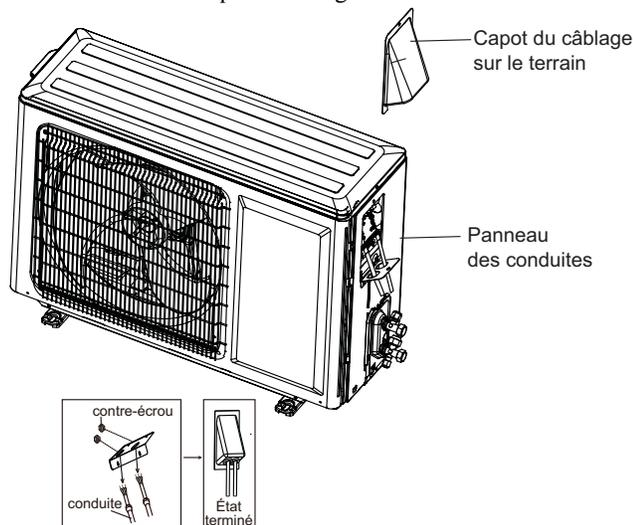

Fig. 14 – Câblage
4. Branchez les conduites sur le panneau des conduites. (Consultez la figure 14)